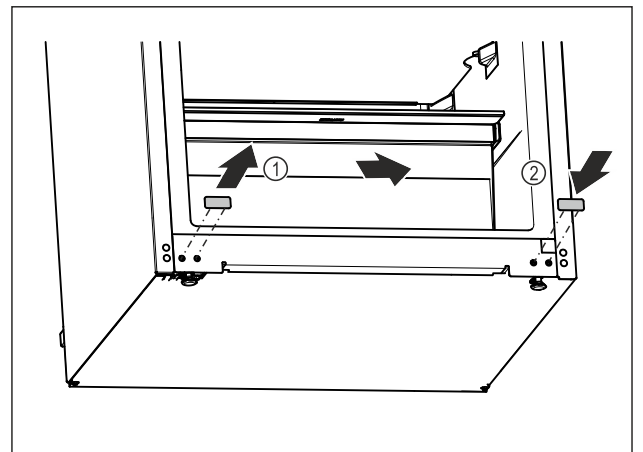

Fig. 20
- ▶ Hiqni tapat mbuluese. Fig. 20 (1)
- ▶ Vendosni tapat mbuluese në anën e kundërt. Fig. 20 (2)